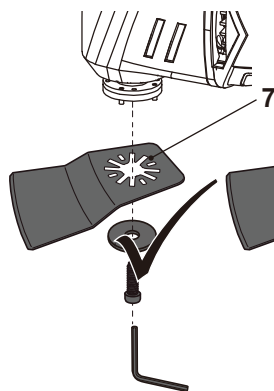

Fig. 6
- > Desaperte o perno (11) com a chave sextavada (13) e retire-o junto com o flange de aperto (11a) da porta-ferramentas (1).
- > Alinhe as ranhuras com os 8 pinos (1a) e coloque o acessório desejado (7, 8, 9 ou 10) no porta-ferramentas (1).
- > Fixe o acessório com o flange de aperto (11a) e o perno (11) (Fig. 6, 7, 8, 9).